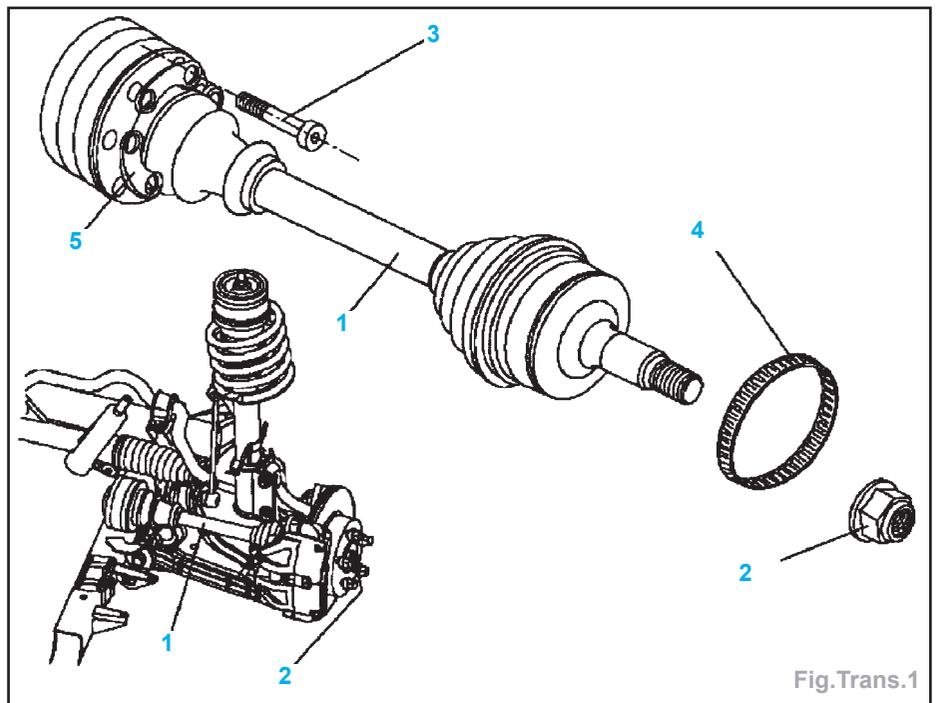

Fig.Trans.1
- Desserrer l'écrou (2) de la fusée d'essieu (Fig.Trans.1).
- Dévisser l'écrou (2) de la fusée d'essieu.
- Desserrer et retirer les vis (3) de l'arbre de propulsion (1), côté boîte de vitesses.